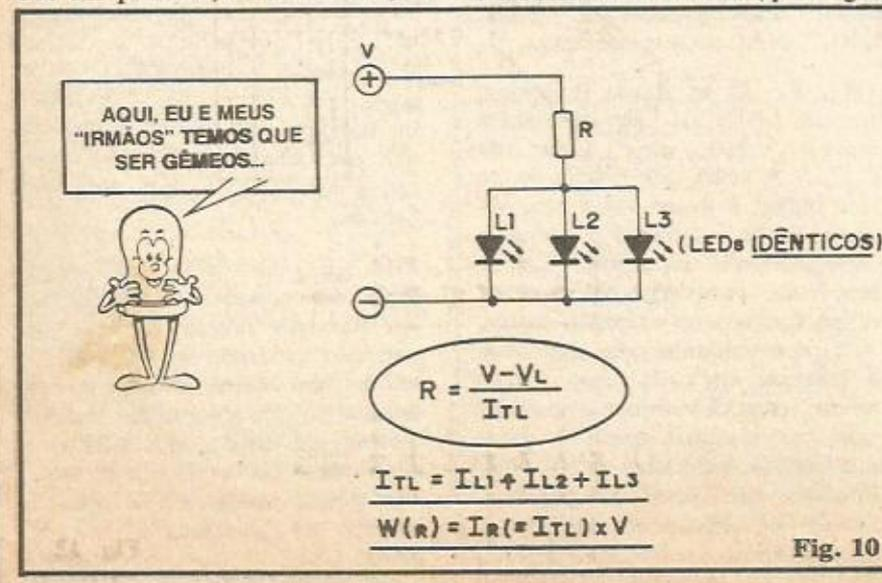

Fig. 10
- FIG. 10 - Um jeito "não muito bom" de acender vários LEDs, em **paralelo** (numa variação do exemplo mostrado na fig. 7-B). É válido para fontes de baixa tensão (**menor** do que a soma das tensões diretas individuais dos LEDs) e capaz de fornecer boa corrente... Tem como **vantagem** a redução do número de resistores a simplesmente UM... Como desvantagem,